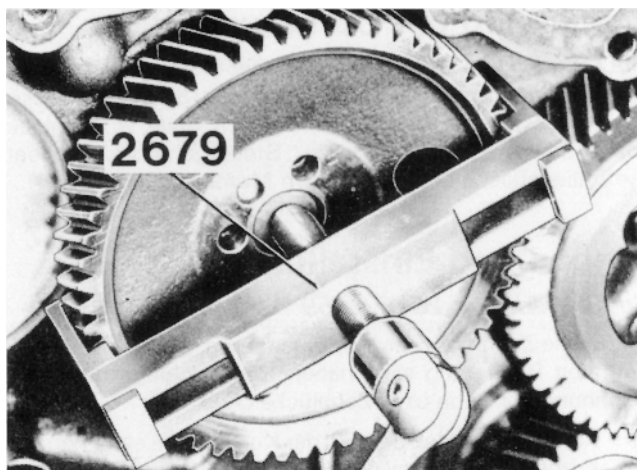

Fig. 70. Demontering av kamaxeldrev
6. Demontera kamaxeldrevet sedan de tre fästskruvarna lossats. Vid behov används avdragare 2679 enligt fig. 70. Ta bort insprutningspumpens drivhjul på samma sätt.
6. Demontera kamaxeldrevet vid behov används avdragare 2679 (fig. 70).